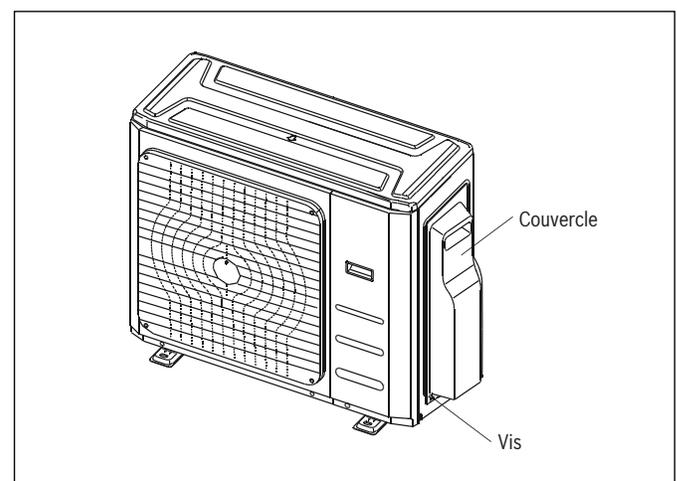

Figure 19
2. Retirez le couvercle électrique de la section extérieure. S'il n'y a pas de couvercle sur la section extérieure, démontez les boulons du panneau d'entretien et retirez le panneau de protection. (Voir la Fig. 19)